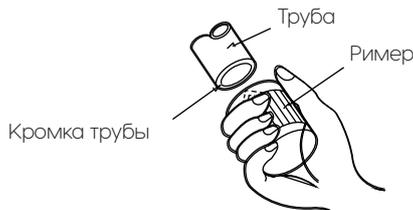

Рис. 25
1. Обработайте кромку трубы римером (рис.25).